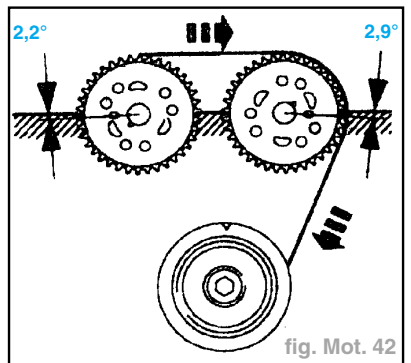

fig. Mot. 42
- tourner le moteur d'un tour de vilebrequin supplémentaire dans le sens de rotation du moteur et le placer au repère (fig. Mot. 42).